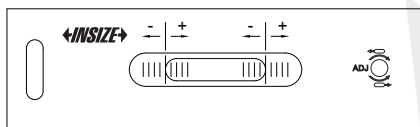

Fig.1
a) Far scorrere (non appoggiare) la livella su una superficie pulita, piana e liscia. Il lato '-' è a sinistra e il lato '+' è a destra (Fig. 1).